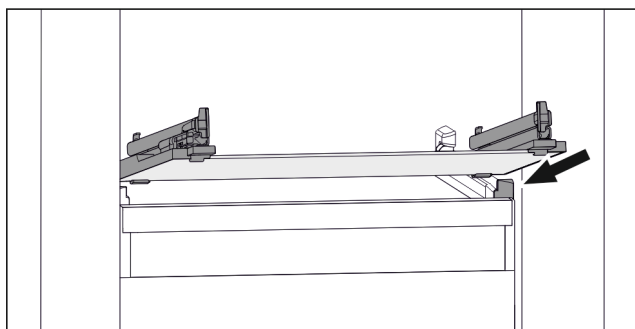

Fig. 40 Примерное отображение стеклнной пластины
- Наклоняя вниз, установите стеклнную пластину за стопоры. (см. Fig. 40)